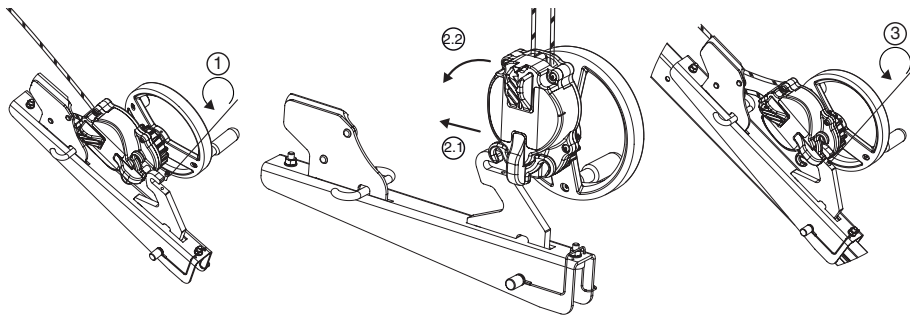

Fig. 8
6.3.4. Aparelho derope™ UP R (Fig. 8, 9 e 10)
O aparelho derope™ UP R deve ser fixado no pé do tripé trapcode da Tractel® como indicado na Fig. 8. É proibida qualquer outra fixação em outro ponto do tripé trapcode da Tractel®.
1. Desapertar o parafuso de bloqueio do gancho de amarração do suporte para aparelho derope™ UP R (Fig. 8, 1).
2. Instalar o aparelho derope™ UP R no gancho de amarração (Fig. 8, 2.1 – 2.2).
3. Apertar o parafuso de bloqueio de modo a impedir que o aparelho se separe do suporte (Fig. 8, 3) e verificar se está correctamente no sítio e apertado.